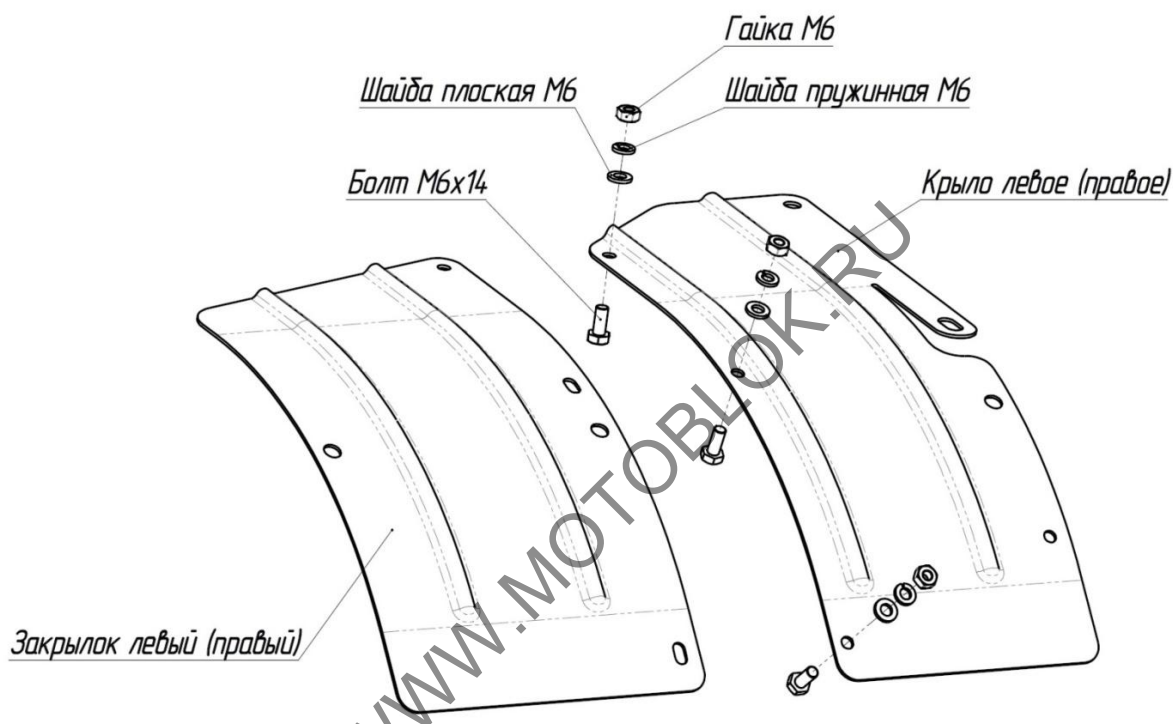
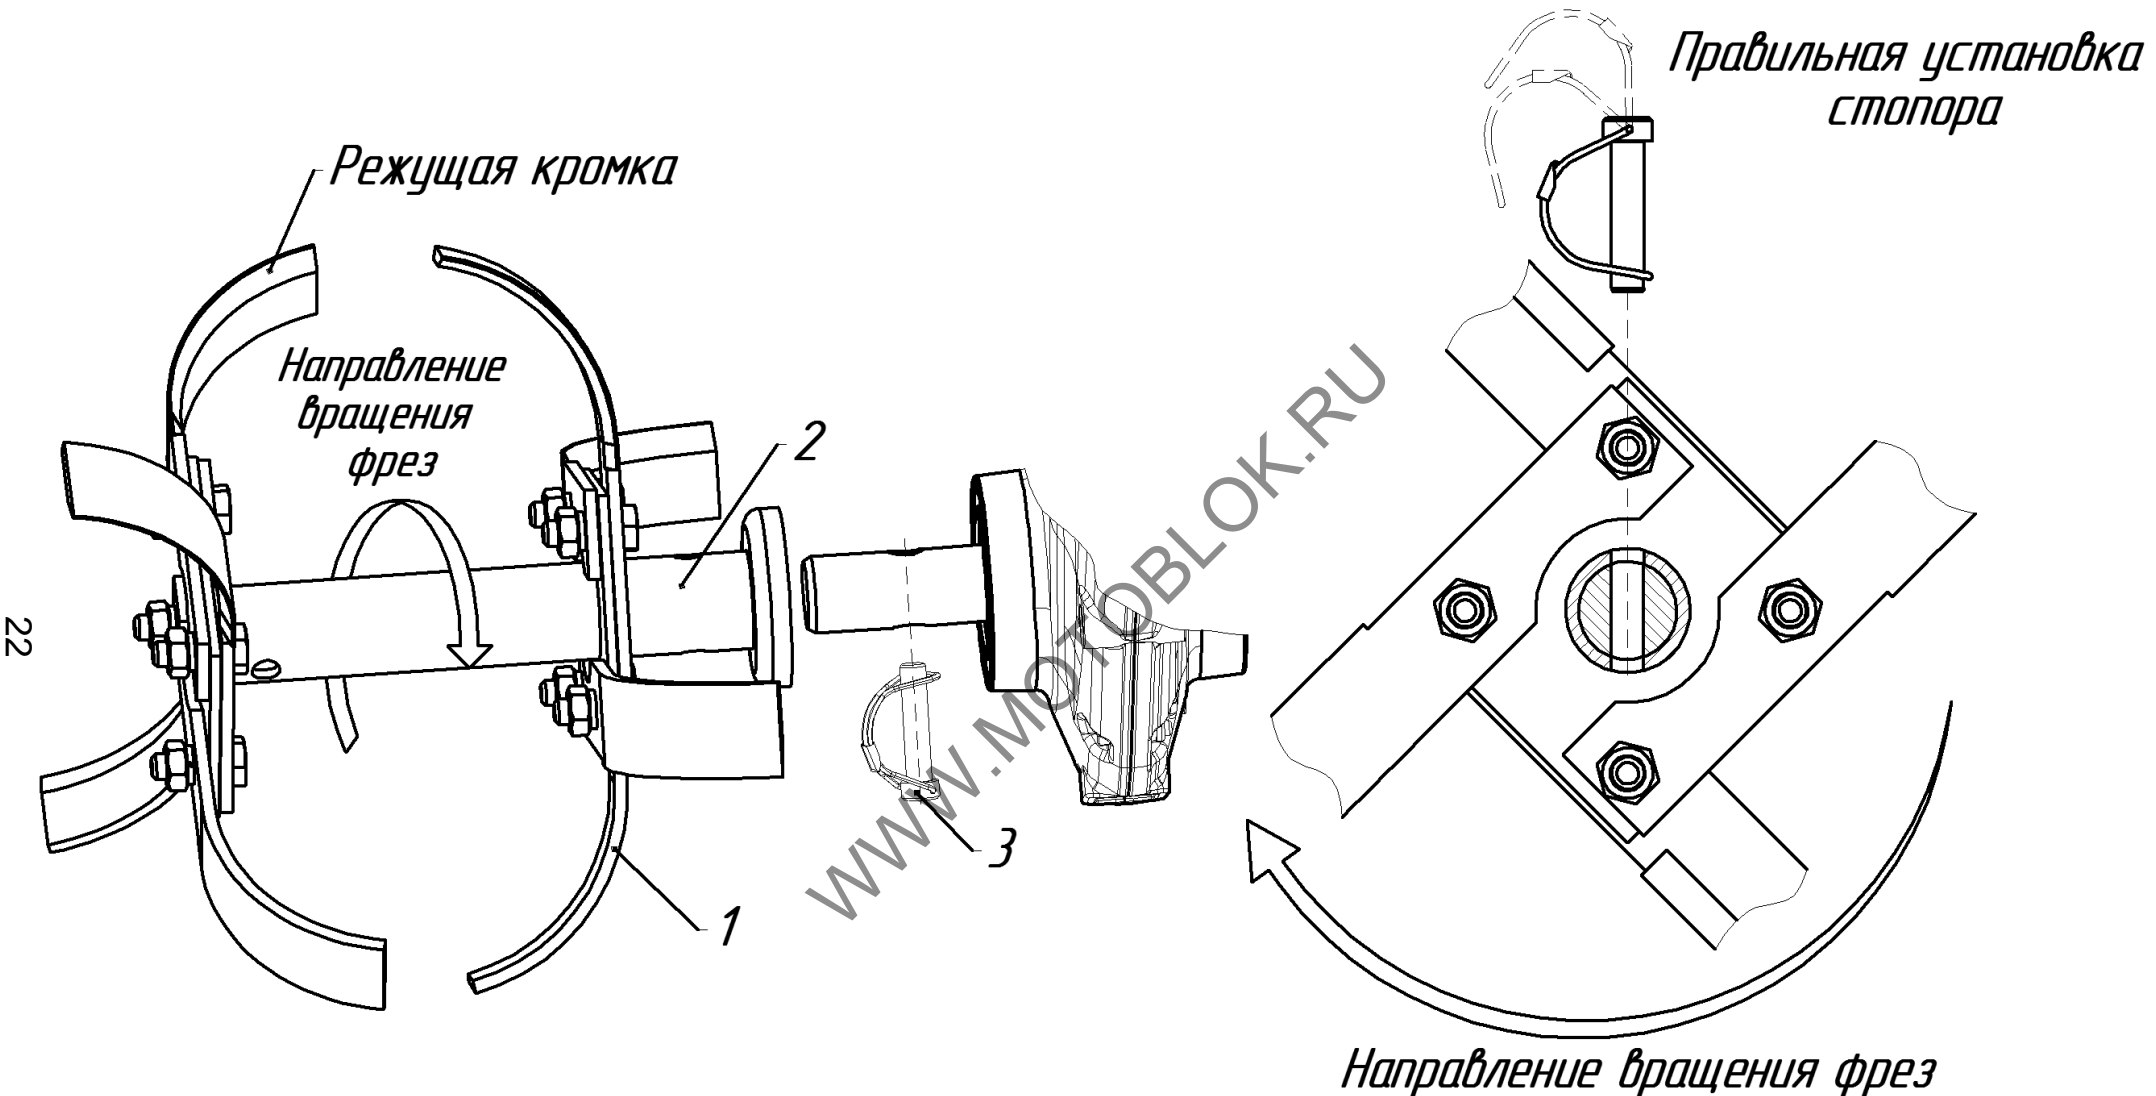

Рис.8 Схема крепления закрылков (дополнительных крыльев)
Рис.10 Установка 4-х фрез-культиваторов
6. Собрать фрезы-культиваторы в соответствии с рис.8.
7. Установить фрезы-культиваторы на выходной вал редуктора и зафиксировать их стопорами. Стопоры устанавливаются спинкой (выгнутой частью) по ходу движения (рис.10, 11).
8. Установить защитные крылья (закрылки) над фрезами (рис.8).
Установите на выходной вал редуктора и закрепите стопорами необходимое количество фрез-культиваторов (рис.10, 11), установите закрылки (рис.8) и наденьте защитные очки.